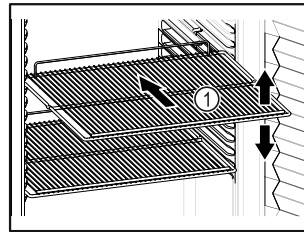

Fig. 78 Reprezentare exemplificativă
- Dacă grătarele tip poliță Fig. 78 (1) pot fi mutate, adaptați-le în funcție de înălțime.